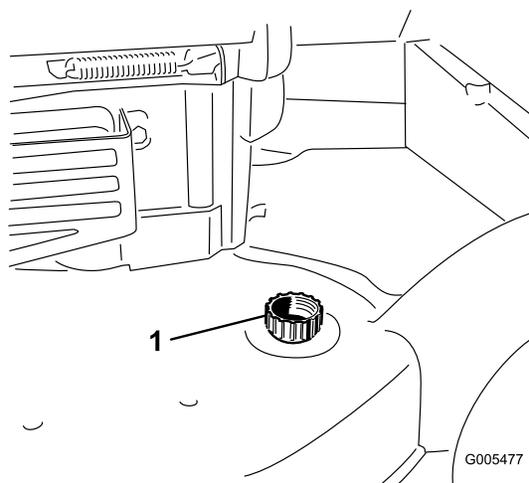

Рисунок 28
4. Присоедините садовый шланг, подключенный к источнику воды, к промывочному отверстию в корпусе (Рисунок 28).